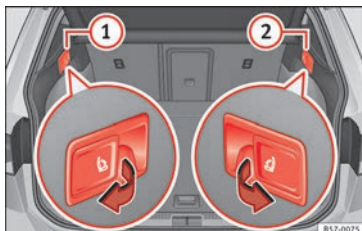

Fig. 153 En el maletero: palancas para desbloqueo a distancia de las partes izquierda (1) y derecha (2) del respaldo trasero.
- Tire de la palanca de desbloqueo a distancia de la parte izquierda »» fig. 153 (1) o derecha (2) del respaldo en el sentido de la flecha. La parte desbloqueada del respaldo trasero se abate automáticamente hacia delante.